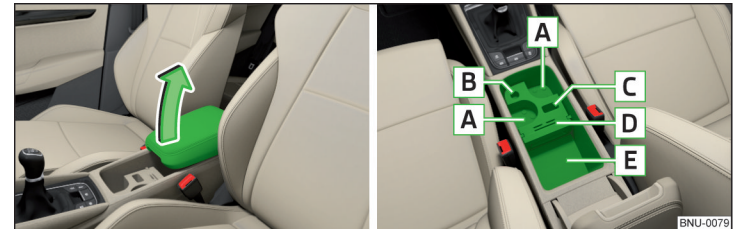

Abb. 112 Ablagefach öffnen / Innenraum des Fachs
- Zum **Öffnen** des Ablagefachs die Armlehne bis zum Anschlag anheben » Abb. 112.
Innenraum des Fachs » Abb. 112;